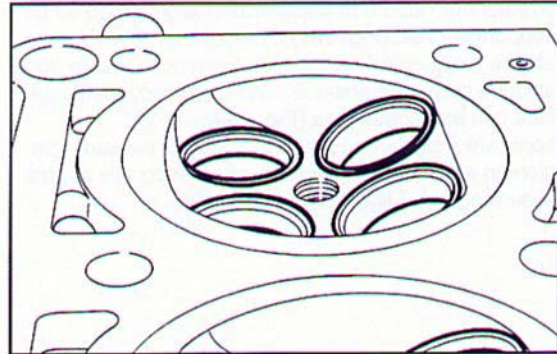

Fig. 192 ▲
- controllare lo stato delle sedi valvola (**Fig. 192**);
- check condition of the valve seats (**Fig. 192**);